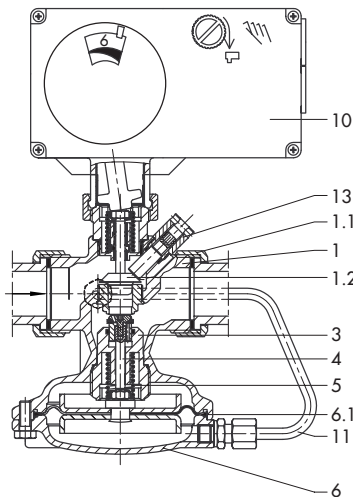

Fig. 3 - Tipo 2488/5825, PN 25
**Regolatori di portata tipo 2488/582.** (Fig. 3)